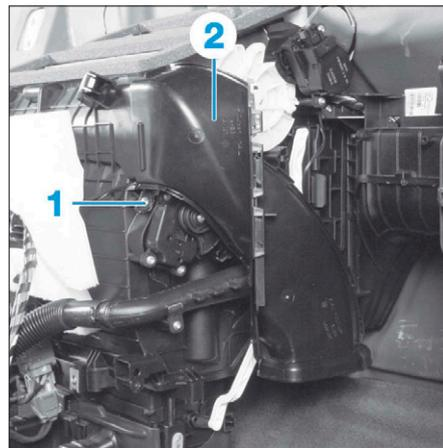

FIG. 35
- la vis (1) (Fig.35),
- le conduit d'air (2),